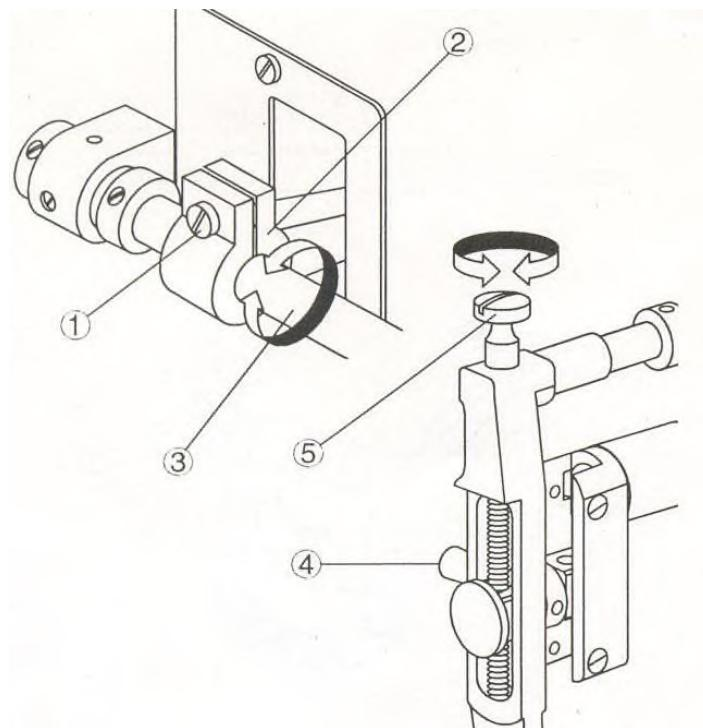

Рис. 16
19. Регулировка тактирования верхней подачи материала (Рис. 16)